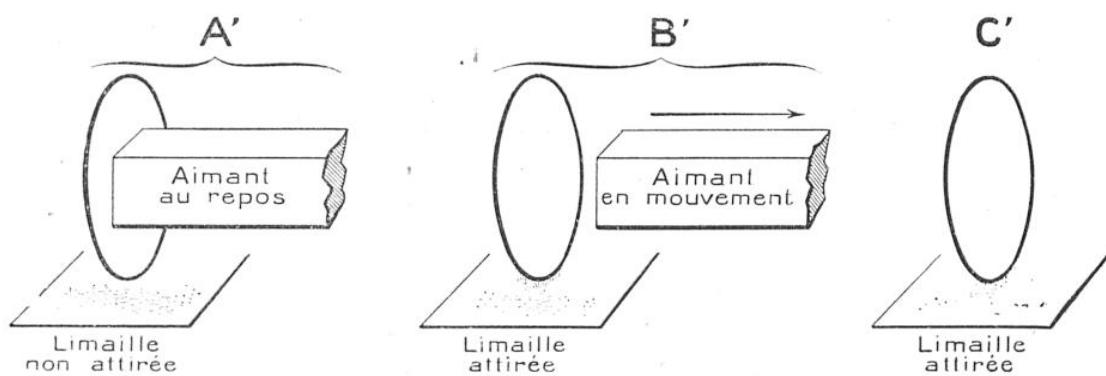

FIG. 4. — COURANTS INDUITS A LA TEMPÉRATURE DE L'HÉLIUM LIQUIDE
C. Au contraire, si l'on suppose (fig. 4) qu'on se trouve à la température d'ébullition de l'hélium (-269° C.), le plomb devient 100 milliards de fois plus conducteur ; le temps d'amortissement du courant en sera augmenté d'autant, ce qui signifie que, cinq jours
après avoir déplacé l'aimant, le courant continuera à passer dans l'anneau avec une intensité qui aura simplement baissé dans le rapport de 2 à 1. Notre figure 4 indique que le plomb continue à attirer la limaille de fer : la supraconductivité permet de réaliser des aimants permanents.